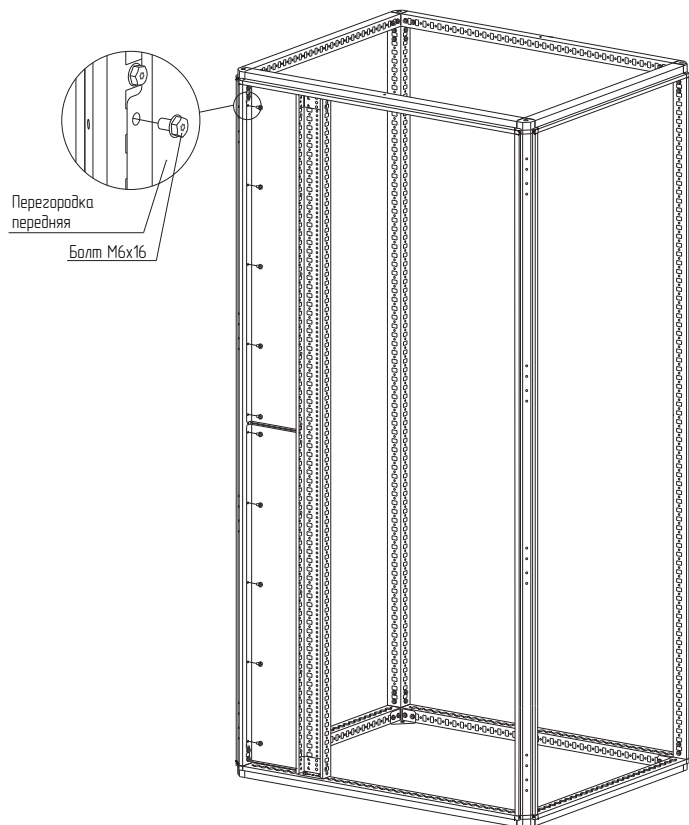

Рисунок 55
4.30.3 Закрепить перегородку переднюю для распределительных шин между стойкой каркаса и стойкой дополнительной вертикальной в верхней части шкафа болтами М6×16 (рисунок 55). Момент затяжки – 7 Н·м. Метизы в комплект поставки не входят.